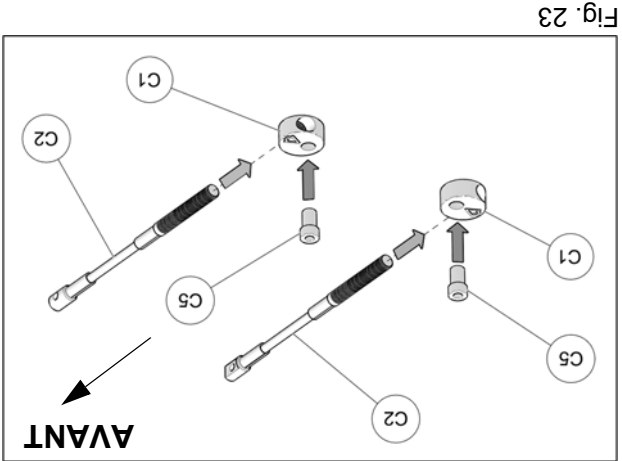

Fig. 23
11. Assembler les câbles des limiteurs de conduite (C2), les disques en aluminium (C1) et les bagues espacateurs (C5) tel que montré à la Fig. 23